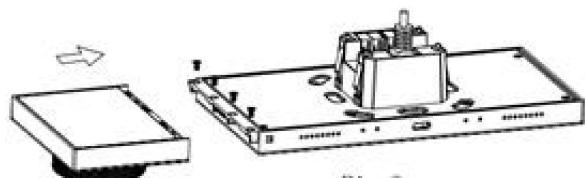
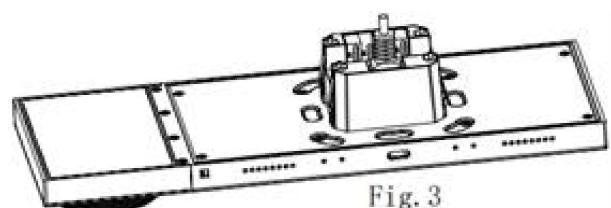

Fig. 2
Fig. 3
2. Verbinden Sie den 6-Pin-Anschluss des S7-Erweiterungsmoduls mit dem Anschlussblock des KNX Smart Touch S7 und befestigen Sie ihn mit den Schrauben (siehe Fig. 2). Die Installation des S7-Erweiterungsmoduls und des KNX Smart Touch S7 ist damit abgeschlossen (siehe Fig. 3).